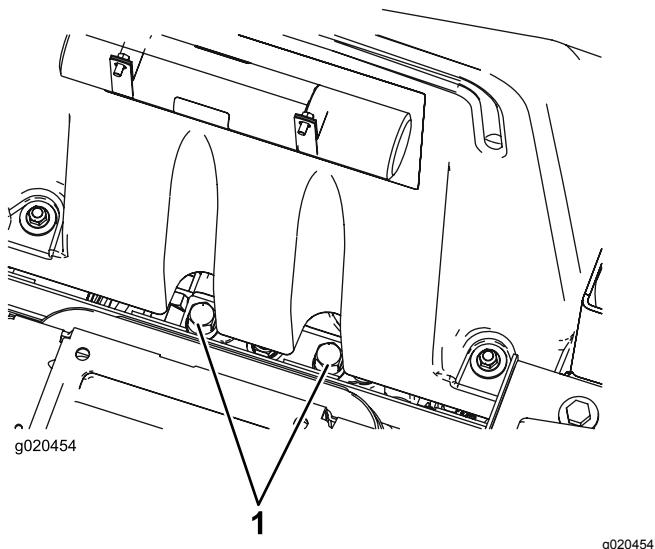

Figure 56
- Soulevez le siège. Les vannes de dérivation se situent sous l'avant du réservoir de carburant (Figure 56).